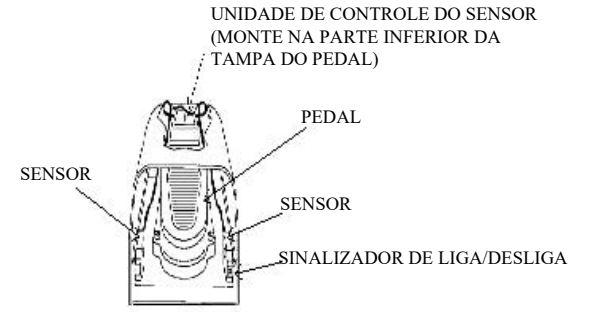

Figura 2: Os sensores são fixados nas LATERAIS do INVÓLUCRO do pedal
4. Dentro do invólucro do pedal (Figura 2), posicione o Sensor de Transmissão e o Sensor de Recepção nos lados opostos do pedal. Não posicione os sensores nas laterais do pedal.